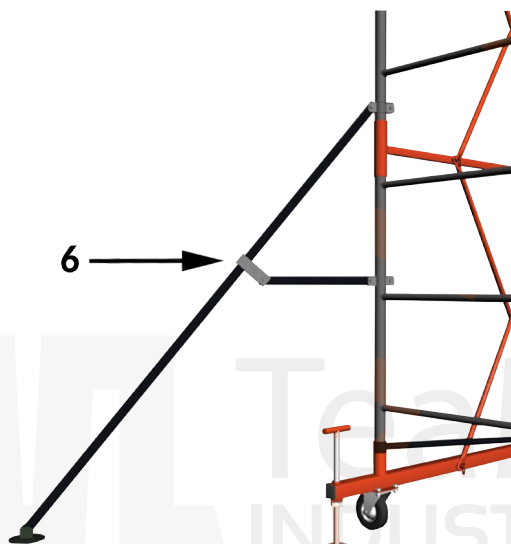

рис. 3
5.1. При сборке вышки высотой от 6,2 м (4 секции включительно) у основания необходимо закрепить стабилизаторы (6) (в комплект не входят) для дополнительной устойчивости вышки (рис. 3).